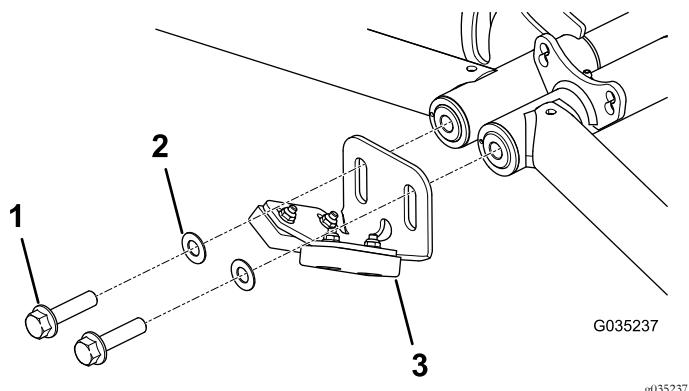

Figura 20
- 1. Parafuso com cabeça flangeada, existente (2)
- 2. Para-choques redondo, existente (2) – elimine
4. Instale sem apertar o conjunto do para-choques dianteiro e as anilhas como se mostra na Figura 20.